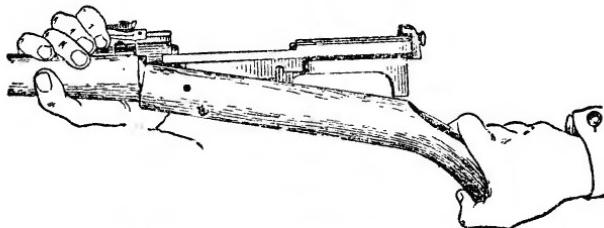
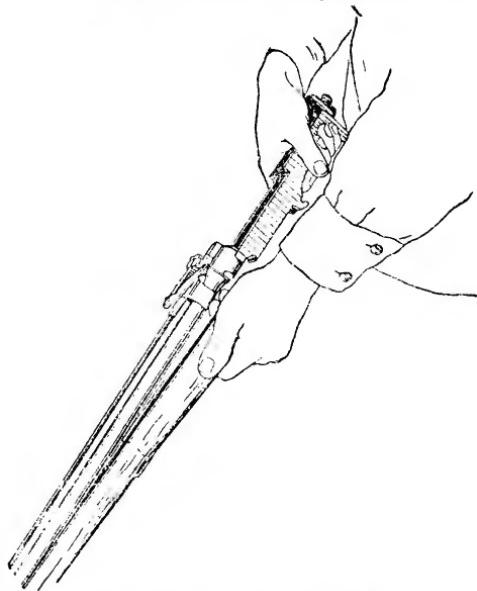

Рис. 91. Отделение приклада
Рис. 92. Отделение цевья
**д) Отделить приклад и цевье:** положить винтовку на какой-либо предмет прицелом вверх; при помощи выколотки вытолкнуть болт нагеля из его трубки справа налево; приподнять задний конец винтовки вверх (рис. 91) и отделить приклад; опуская задний конец цевья вниз (рис. 92) и, сни-мая его на себя, отделить цевье от ствола.